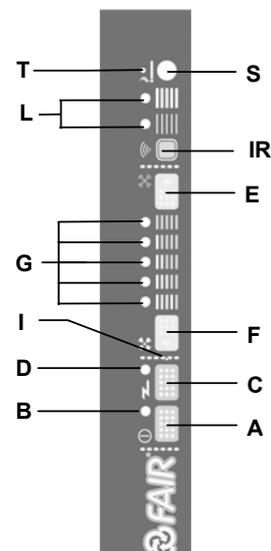
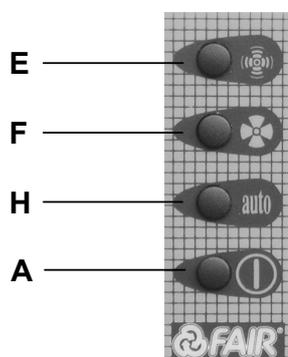

Abb. 10
Abb. 11
Die Kontrolltafel (Abb. 10) ermöglicht die Einschaltung folgender Funktionen:
Auf der Kontrolltafel (s. Abb. 10) befinden sich folgende Meldungskontrolllichter:
Die Kleintafel der Fernsteuerung (Abb. 11) ermöglicht die Einschaltung folgender Funktionen:
Die Funktion "Air" kann nur auf der Fernbedienung "Air" eingeschaltet werden. Bei Betätigung der Taste auf der Fernbedienung "Air" springt die rote Led der Serie G (Abb. 10) auf grün um und zeigt damit an, daß der Motor "Air" läuft.
Bei Gebrauch der AUTOMATISCHEN Kontrolle erhält man einen ausgezeichneten Betrieb des Reinigers. Diese Funktion wird bei laufendem Reiniger eingeschaltet, indem Taste **H** (Abb. 11) der Fernsteuerung oder gleichzeitig E und F (Abb. 10) der Kontrolltafel gedrückt wird. **Während der ersten 25 Minuten im AUTOMATISCHEN Betrieb führt der Luftreiniger immer einen Selbsteichungszyklus durch,** Anschließend regelt der Luftreiniger die Luft. Die Funktion AUTOMATISCH wird ausgeschaltet, indem man eine der Tasten der Tafel/Fernsteuerung drückt, während man mit dem Druckknopf ON-OFF (A) die Ausschaltung des Reinigers erreicht; wird er wieder eingeschaltet erreicht man wieder die manuelle Funktion; erreicht man wieder die manuelle Funktion.
Auf der Steuertafel kann man die Empfindlichkeit des Verschmutzungsfühlers **S** nach Bedarf nachstellen, falls sie erforderlich. Diese Nachstellung geschieht durch einen Trimmer **T**, zu dem man Zugang durch eine Öffnung in der Kontrolltafel hat (Abb. 10). Durch Drehen im Uhrzeigersinn steigt die Empfindlichkeit des Gerätes; dreht man gegen den Uhrzeigersinn, nimmt sie ab.
Zum vollkommenen Betrieb des Luftreinigers müssen die elektrostatischen Zellen und die Vorfilter regelmäßig (Tab. 4) auf jeden Fall bei Aufleuchten der zweiten Anzeige-LED gesäubert werden. Zwecks besserer Leistung des Reinigers raten wir, die Filter schon beim Aufleuchten der 2. LED L zu säubern (Abb. 10-L). Die Wäschehäufigkeit richtet sich nach der Verschmutzung des Raumes; jedenfalls muß das Gerät wenigstens einmal im Jahr gründlich gesäubert werden.
1. Reiniger ausschalten (Taste A, Fernsteuerung, Abb. 11).
1. Den Lüftreiniger ausschalten (Taste A Fernbedienung Abb. 11).
3. Das Reinigungsgerät einschalten (Taste A auf der Fernbedienung Abb. 11).